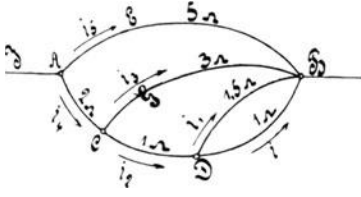

Fig. 14.
88. Ein Strom $J = 37 \text{ A}$ verzweigt sich im Punkte A, wie die Fig. 14 angibt, in die Zweige AEB = 5Ω und AC = 2Ω . Der durch AC fließende Strom verzweigt sich im Punkt C in CGB = 3Ω und CD = 1Ω . Endlich teilt sich der in CD fließende Strom in die beiden Zweige mit den Widerständen